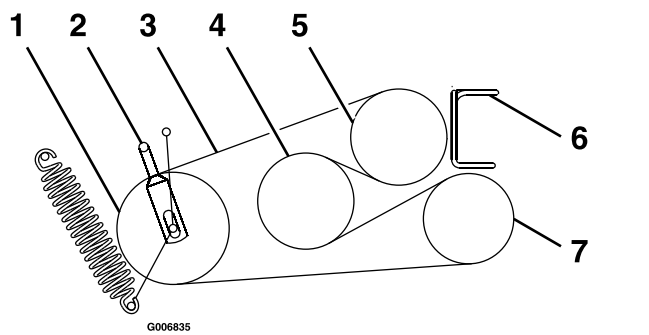

Figura 60
6. Slăbiți dispozitivele de ghidare a curelei **A** și **B** (Figura 60).
8. Ghidai noile curele pe fulii aa cum este ilustrat în Figura 60.